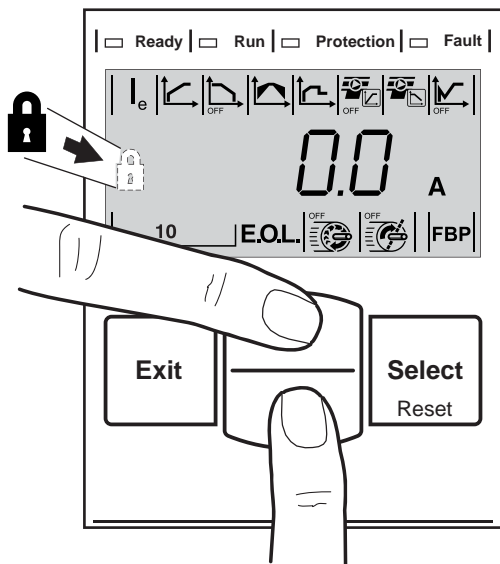

Рисунок 6.3. Блокировка/разблокировка клавишной панели
3. Для блокировки клавишной панели и защиты всех настроек параметров от случайного изменения с клавишной панели нажать и удерживать обе навигационные клавиши в течение 4 секунд (см. рисунок 6.3).